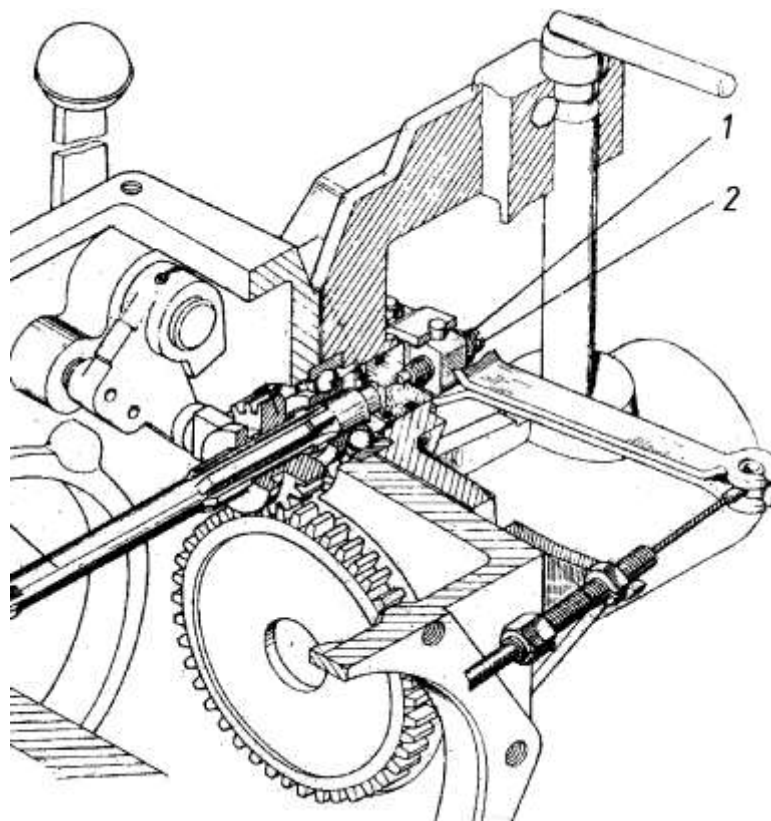

Рисунок 2 – Механизм управления сцеплением мотоблока
- отпустить контргайку 1 регулировочного винта 2 мотоблока (рисунок 2);